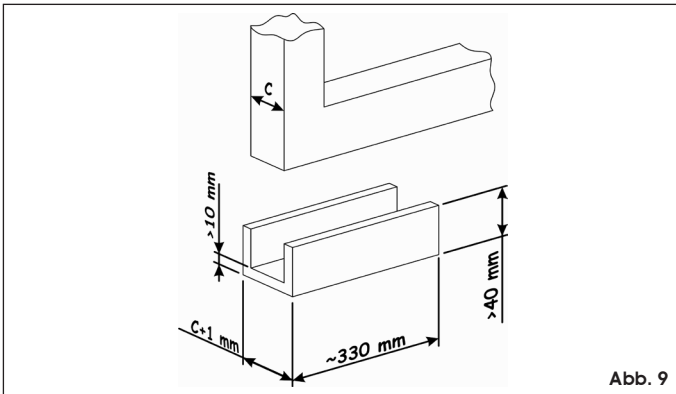

Abb. 9
- U-Profil mit den in Abb. 9 angegebenen Maßen verwenden;